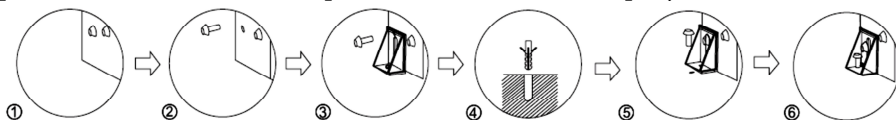

Рис.2 Фиксация аппарата
Во избежание падения аппарата, закрепите аппарат, следуя инструкциям на рис. 2 и 2а.
**Рис. 2а. Фиксация аппарата**